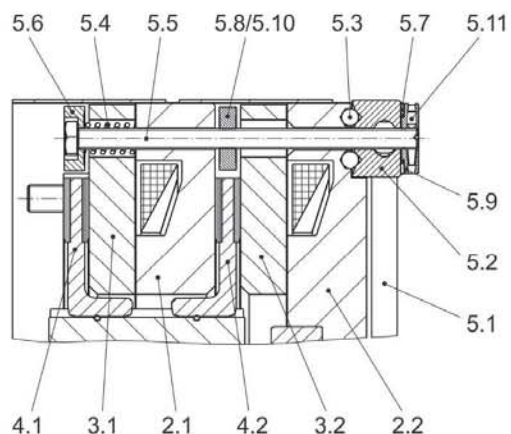

Fig. 8
9. Graisser légèrement 2 x 4 billes d'acier (5.3) (avec une graisse pour roulement) et les placer dans les logements du porte-bobine (2.2), fig. 8.